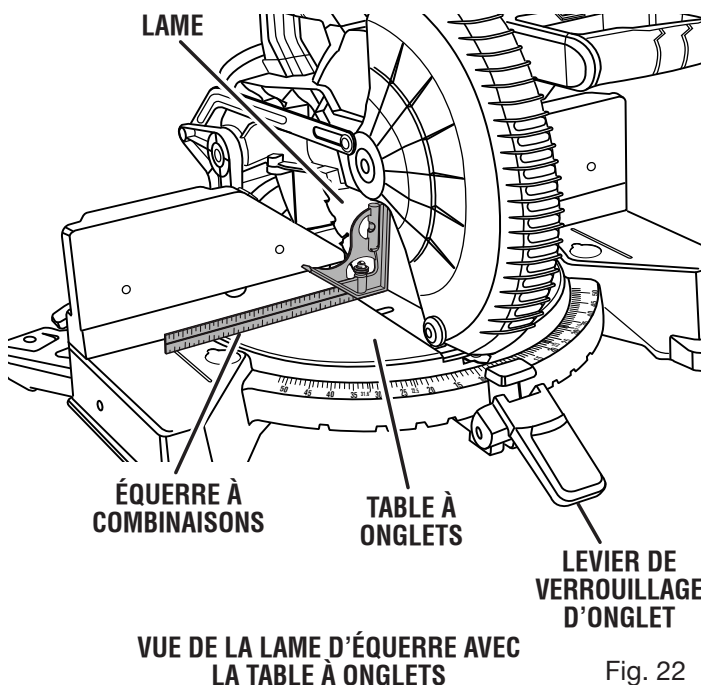

Fig. 22
Voir les figures 22 à 24.
- Le bord de l'équerre et la lame doivent être parallèles, comme le montre la figure 22.